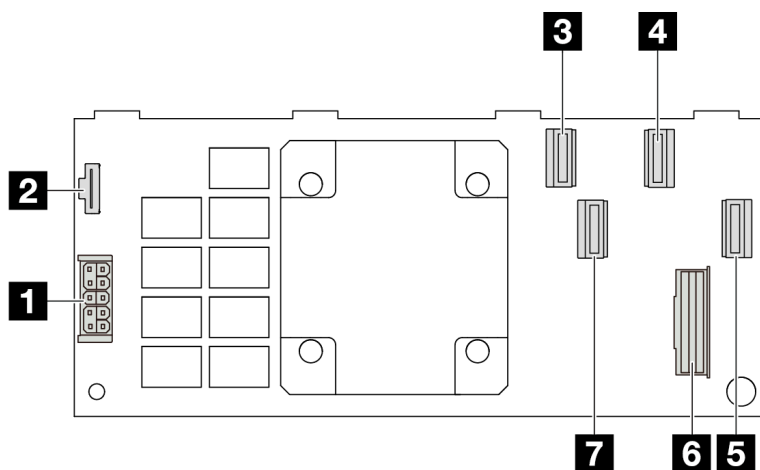

Figura 300. Um adaptador RAID Gen 4 16i CFF (quatro conectores de porta)
- Figura 300 "Um adaptador RAID Gen 4 16i CFF (quatro conectores de porta)" na página 297